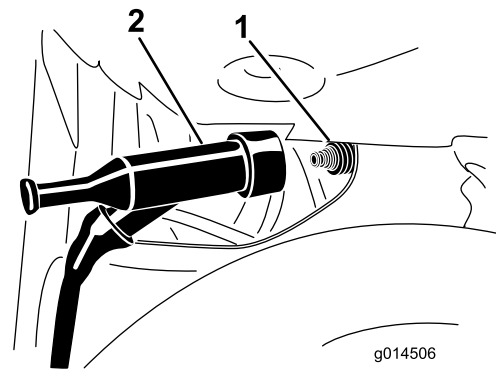

Figure 44
3. Débranchez le fil de la borne de la bougie (Figure 44).
- Poussez le fil sur la borne de la bougie (Figure 44).